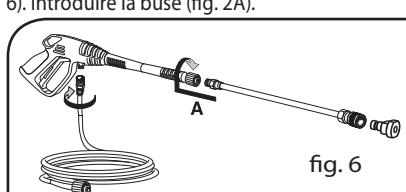

fig. 6
2. Visser le flexible haute pression sur le pistolet. Enfilez l'accessoire dans la rallonge du pistolet en comprimant le ressort et tournez jusqu'à la position de blocage (fig. 6).